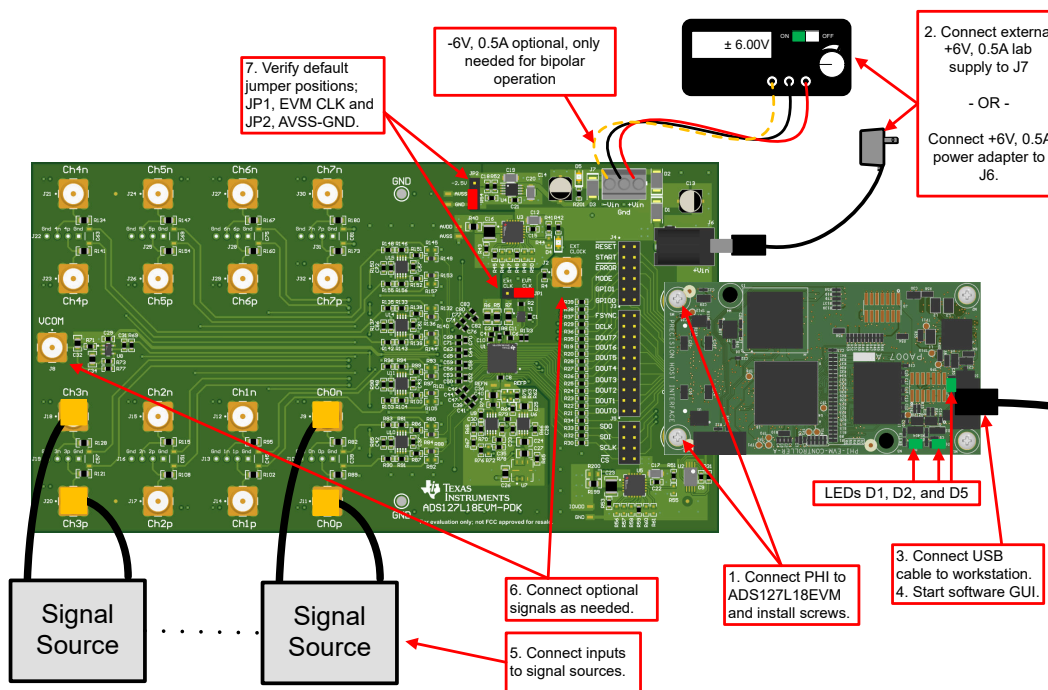

图 4-1. 将硬件连接到 ADS127L18 EVM
安装软件后，按图 4-1 所示连接 EVM：
- PHI 上的 LED D1 和 D2 开始闪烁，表示 PHI 已启动并与 PC 通信；图 4-1 展示了生成的 LED 指示灯。